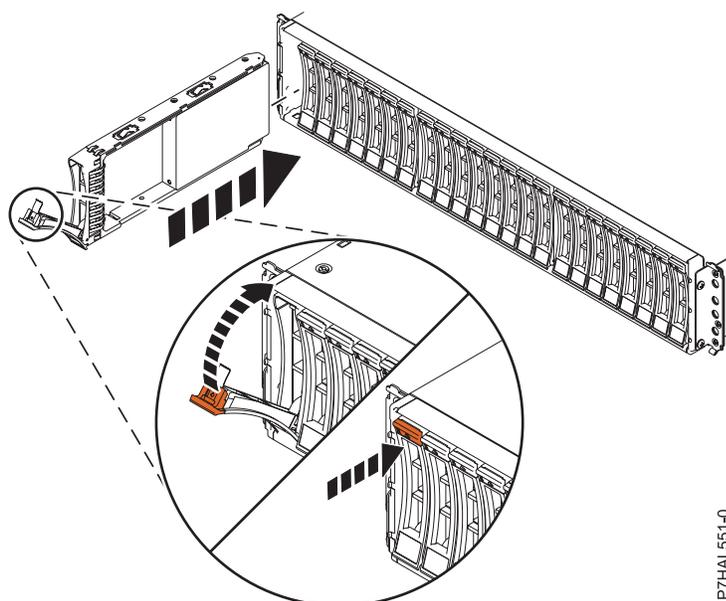

Figure 7. Installation de l'unité de disque dans le Boîtier d'unité de disque 58/87
1. Avec la poignée en position déverrouillée (voir figure 7, à la page 17) maintenez l'unité par le dessous pour l'aligner avec les rails de guidage dans l'unité d'extension.